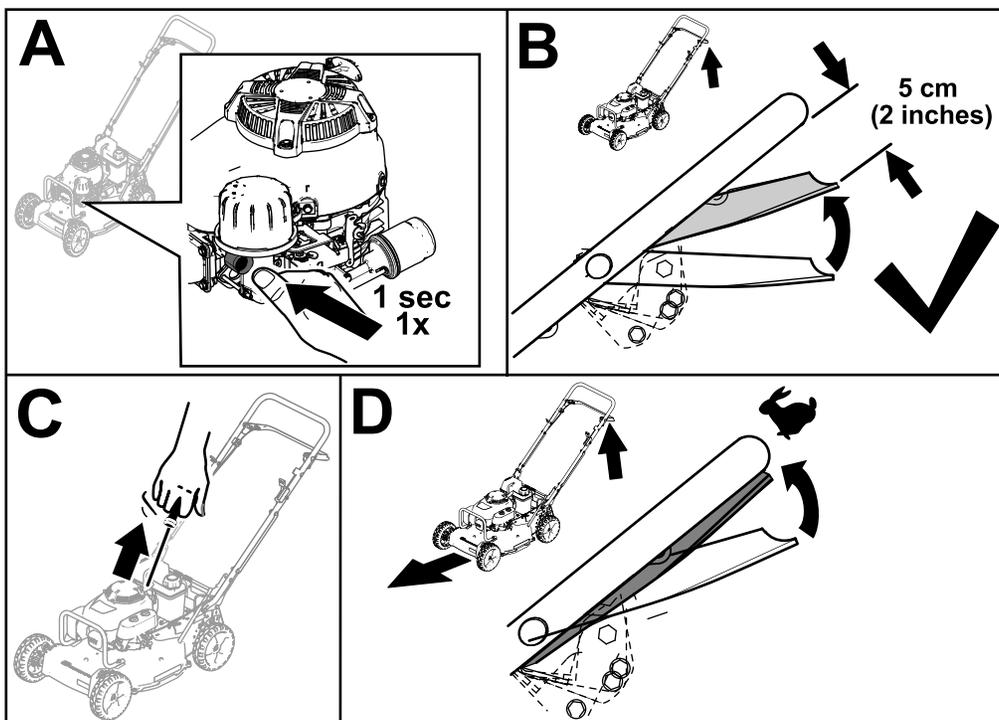

Figure 14
3. Appuyez fermement sur la poire de l'amorçe pendant 1 seconde (encadré A de la Figure 14).
4. Maintenez la barre de commande de la lame à la position Marche/Changement à environ 5 cm (2 po) sous le guidon (encadré B de la Figure 14).
5. Tirez légèrement la poignée du lanceur jusqu'à ce que vous sentiez une résistance, puis tirez vigoureusement et laissez le câble se rétracter lentement jusqu'au guide sur le guidon (encadré C de la Figure 14).